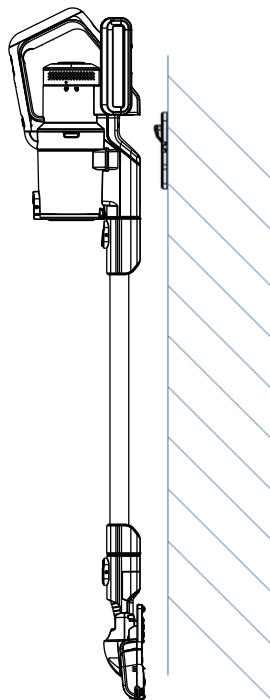

Рис. 6
6. Установите насадки на держатели, затем подвесьте собранный пылесос на кронштейн (см. рис. 6).